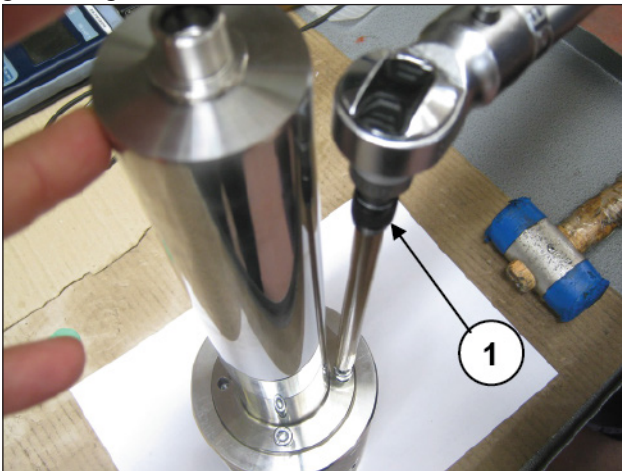

Abb. 73
Spannen Sie die Kolbenführung mithilfe des speziellen Werkzeugs in einen Schraubstock und eichen Sie die Schrauben mit einem Drehmomentschlüssel (Pos. ①, Abb. 73) gemäß Angaben in Abschnitt 3 fest.